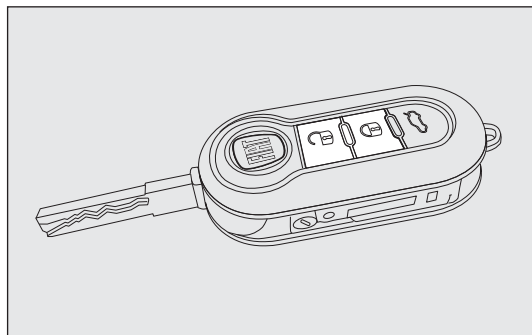
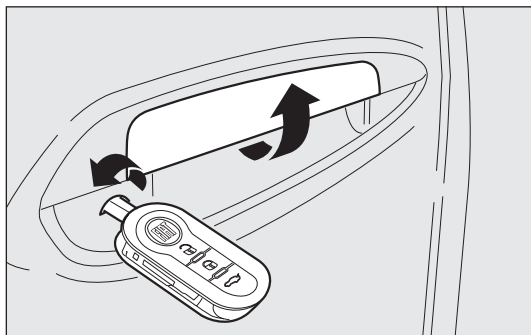
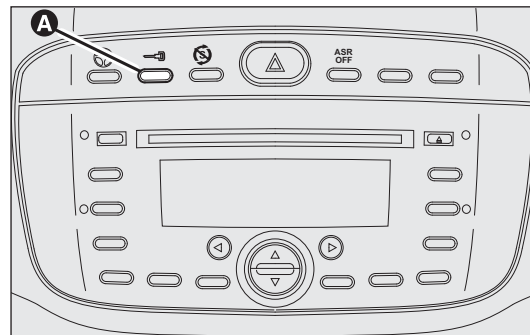

fig. 78
fig. 79
fig. 80
Avec les portes fermées, appuyer sur le bouton  sur la télécommande fig. 78 ou bien insérer et tourner l'insert métallique dans la serrure de la porte côté conducteur, dans le sens des aiguilles d'une montre fig. 79. Le verrouillage effectif des portes est signalé par le simple allumage de la DEL sur le bouton A-fig. 80. Le verrouillage des portes est activé uniquement si toutes les portes sont fermées. Si une ou plusieurs portes sont ouvertes suite à la pression du bouton  sur la télécommande fig. 78, les indicateurs de direction et la DEL présente sur le bouton A-fig. 80 clignotent rapidement pendant environ 3 secondes.
Si une ou plusieurs portes sont par contre ouvertes suite à la rotation de l'insert métallique de la clé, seule la DEL présente sur le bouton A-fig. 80 clignote rapidement pendant environ 3 secondes. Si les portes sont fermées mais que le coffre à bagages est ouvert, les portes sont verrouillées : les indicateurs de direction (uniquement si le verrouillage est effectué en appuyant sur le bouton  fig. 78) et la DEL présente sur le bouton A-fig. 80 clignotent rapidement pendant environ 3 secondes.
Avec la fonction active, il est toutefois possible de déverrouiller les serrures des autres portes, en appuyant sur le bouton A-fig. 80 situé sur la colonne centrale.
En effectuant une double pression rapide sur le bouton  de la télécommande fig. 78, le dispositif dead lock s'active (voir paragraphe « Dispositif dead lock »).
Appuyer brièvement sur le bouton  fig. 78 pour déverrouiller les portes à distance, obtenir l'allumage temporisé des plafonniers internes et le double signal lumineux des indicateurs de direction ou insérer et tourner l'insert métallique dans la serrure de la porte côté conducteur dans le sens contraire aux aiguilles d'une montre, comme illustré sur la 79.
Appuyer sur le bouton A-fig. 80 pour verrouiller/déverrouiller toutes les portes. Le bouton est doté d'une DEL qui indique l'état des portes (verrouillées ou déverrouillées). Lorsque les portes sont verrouillées, la DEL du bouton est allumée et une pression sur le bouton provoque le déverrouillage centralisé de toutes les portes et l'extinction du témoin. Lorsque les portes sont déverrouillées, la DEL est éteinte et une pression sur le bouton provoque le verrouillage centralisé de toutes les portes. Le verrouillage des portes n'est activé que si toutes les portes sont bien fermées.
on ne pourra pas effectuer le déverrouillage avec le bouton A-fig. 80 situé entre les commandes sur la planche de bord.
- ☐ le bouton A-fig. 80 de verrouillage/déverrouillage ;
Le dispositif s'enclenche automatiquement sur toutes les portes en effectuant une double pression rapide sur le bouton  sur la clé de la télécommande fig. 78.
L'activation du dispositif est signalée par 3 clignotements des indicateurs de direction et par le clignotement de la DEL située sur le bouton A-fig. 80 entre les commandes sur la planche de bord.